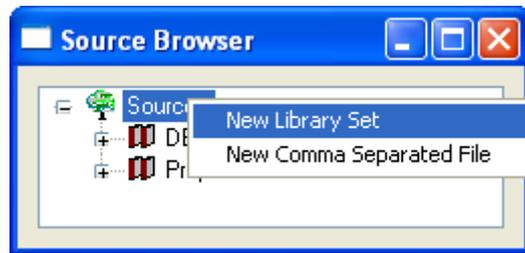

Рис. 3.6 - Создание новой группы библиотек
- В появившемся меню (рис. 3.6) выберите команду **New Library Set** (новый библиотечный набор).